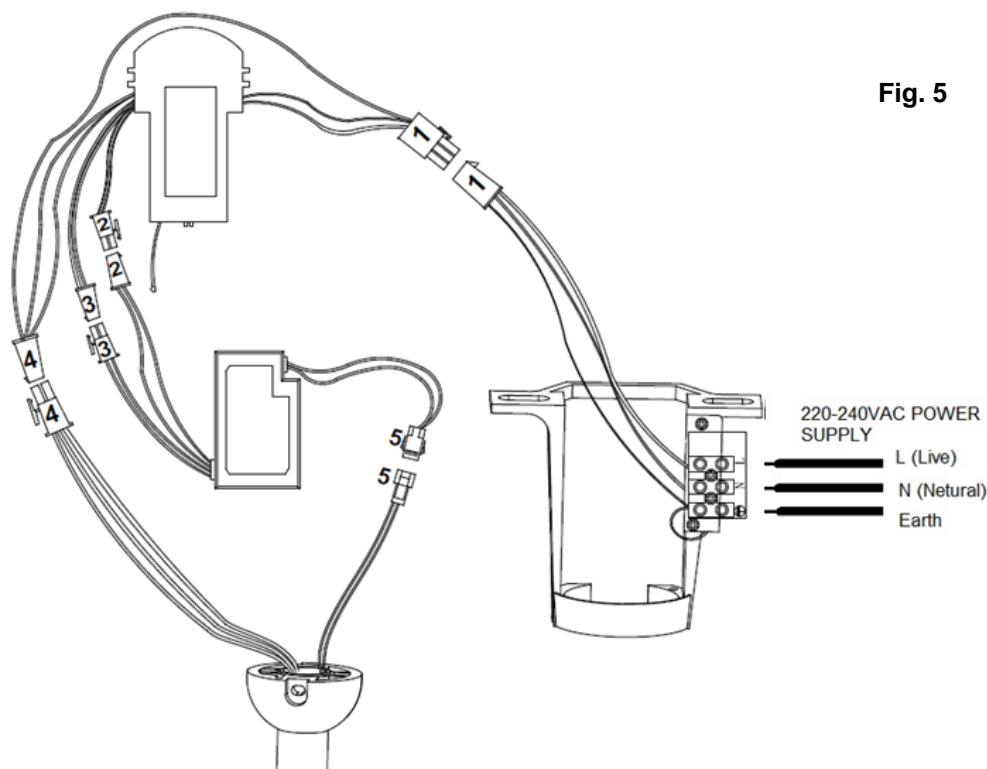

Fig. 5
2. Zie het bedradingsdiagram voor elektrische aansluiting/installatie. **Fig. 5**
3. Na het installeren van de elektrische bedrading op de houderterminal en het aansluiten van de inputbedrading van de afstandsbediening en vaste bedrading via de 4-portaal snelkoppelingen (1); sluit de inputbedrading van de LED-driver en de outputbedrading van de afstandsbediening aan via de 2-portaal snelkoppelingen (2); sluit de inputbedrading voor het PWM-sigitaal van de LED-driver aan via de 2-portaal snelkoppelingen (3); sluit de outputbedrading van de ventilatorontvanger en de inputbedrading van de motor aan via de 4-portaal snelkoppelingen (4); sluit ook de outputbedrading van de LED-driver en de LED-lichtbedrading aan via de 2-portaal snelkoppelingen (5). **Fig.5**